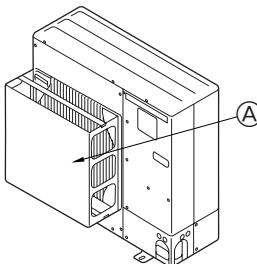

Fig. 2-4
- ② Installieren Sie eine als Sonderzubehör erhältliche Luftauslassführung, wenn die Anlage an einem Aufstellungsort installiert ist, an dem die Gefahr besteht, dass starker Wind direkt in den Luftauslass bläst. (Fig. 2-4)